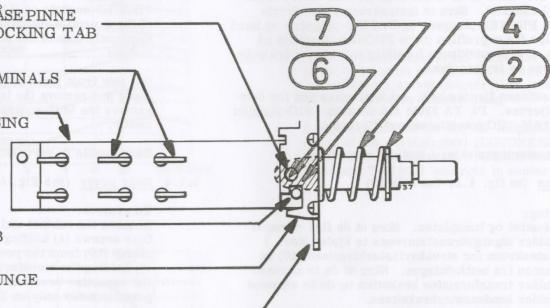

Fig. 2.2 ON-OFF trykklastvender med uavhengig utløsnings (Indeks Nr. refererer seg til Fig. 2.3) Part nr. 995037-TA300 Hovedbryter
(se fig. 2.2 og Indeks nr. 20 på fig. 4.3) (se side 20)
2.1.7 ON-OFF push button switch (see Fig. 2.2 and Index No. 20 in Fig. 4.3) (see page 20)
A1 Venderarm, uavhengig utløser (se fig. 2.2)
A1 Switch plunger, independent locking (see Fig. 2.2)
C2 Venderhus med loddører (see fig. 2.2).
Fjern venderarmen (1) ifølge punkt A4. Rett ut låsetningen (se fig. 2.2) på bæreskinnen til venstre for venderhuset. Venderen kan dermed fjernes.